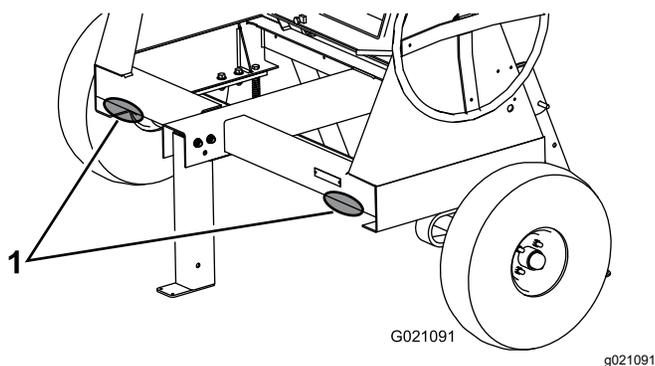

Figure 5
2. Placez des chandelles sous le longeron de cadre avant pour empêcher la machine de basculer en avant (Figure 5).